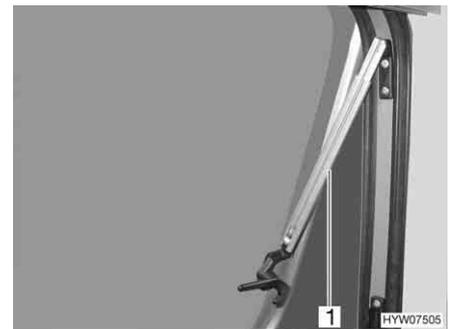

Fig. 74 Fenêtre projetante avec bras automatiques
- Ouvrir la fenêtre projetante jusqu'au cran d'arrêt souhaité ; le bras automatique (Fig. 74,1) s'enclenche automatiquement.